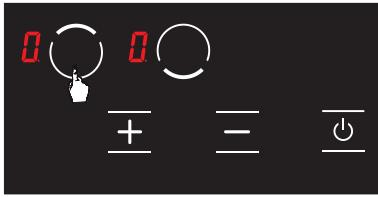

Abbildung 9
2. Die entsprechende Kochplatten-Auswaltaste wird einmal berührt. Bei der ersten Berührung erscheint das **0** Symbol. (siehe Abb. 9)